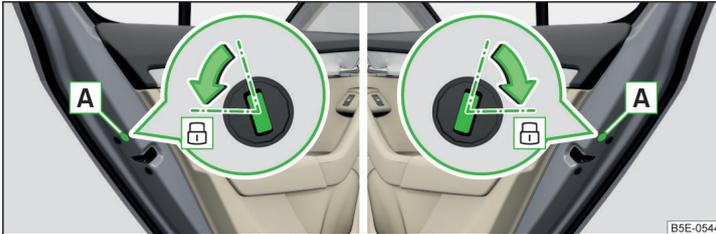

Abb. 336 Notverriegelung: Tür hinten links/rechts
- › Die entsprechende Hintertür öffnen und die Blende **A** entfernen » Abb. 336.